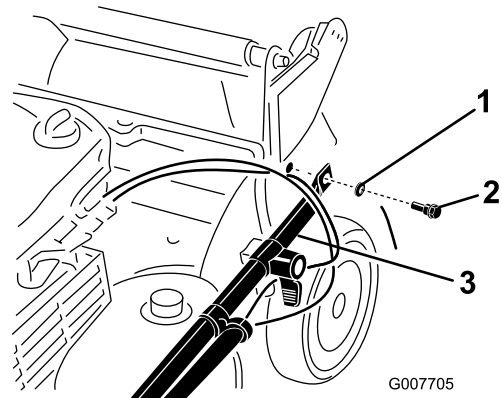

Bild 3
2. Befestigen Sie die Griffenden mit 2 Scheiben und 2 Griffschrauben am Mähwerkgehäuse (Bild 3), ziehen Sie die Griffschrauben jedoch nicht fest.